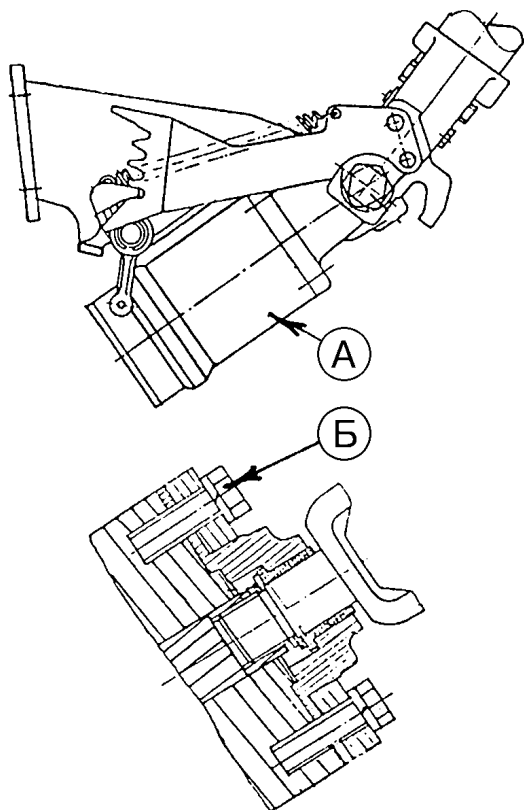

Рис.6.20
23) установите насос-дозатор «А», (рисунок 6.20), и закрепите его четырьмя болтами «Б» (М10х30) с пружинными шайбами;